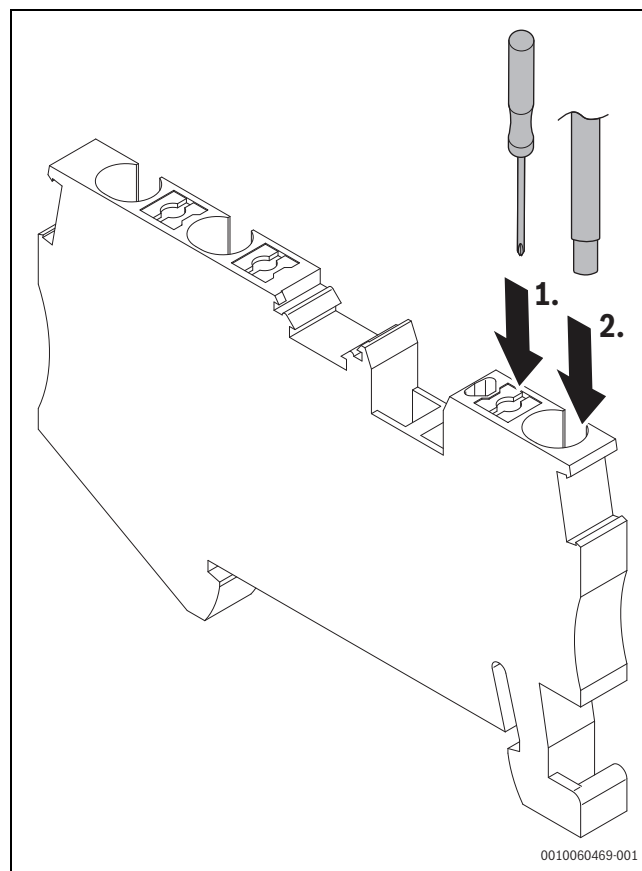

Bild 35 Netzkabelanschluss
- ▶ Kabel wie in →Bild 35 dargestellt anschließen.